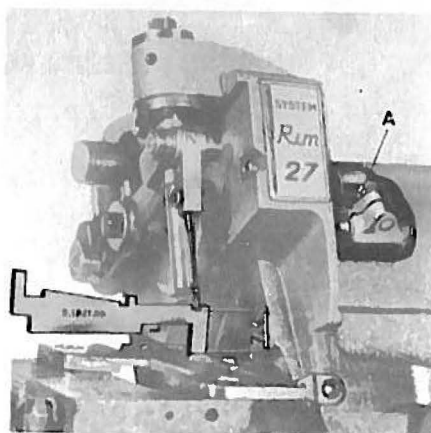

fig. 3
3. Posizionamento dell'ago (fig. 3):
- per effettuare correzioni in altezza del morsetto porta ago, agire sulla vite A (fig. 3) controllare con calibro S.1821.00.